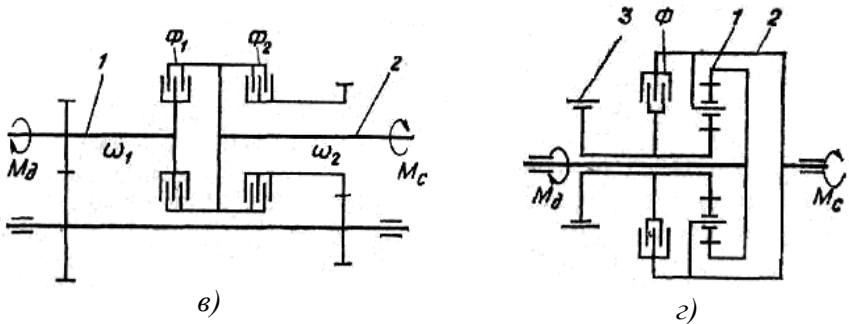

Рисунок 4.8 – Схеми збільшувачів крутних моментів
10. На рис. 4.8 *a-г* приведена схема збільшувача крутного моменту. Назвіть: місце установки в трансмісії трактора; назву елементів, позначених цифрами і буквами. Поясніть принцип дії.